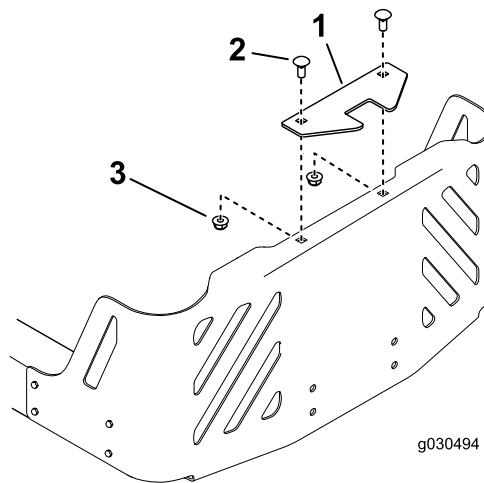

Bild 10
Hinweis: Der Stabilisatorbügel wird nur an Modellen ab Baujahr 2015 verwendet (**Bild 10**).
1. Befestigen Sie den Stabilisatorbügel mit zwei Schlosssschrauben (5/16" x 3/4") und zwei Sicherungsmuttern (5/16") an der Motorschutzvorrichtung (**Bild 10**).